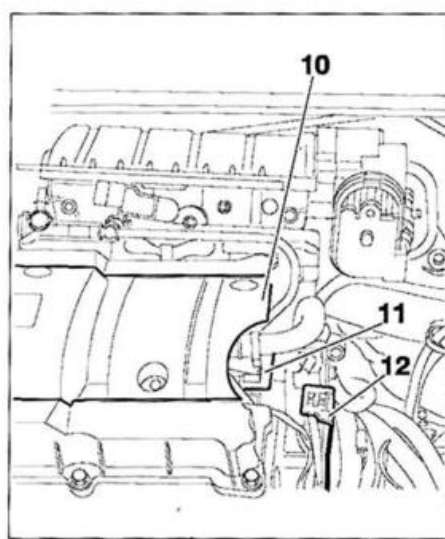

FIG. 25
- Separar el rácor (4).
- Desmontar (Fig. 25):
- la tapa embellecedora (10)
- la caja de bobina compactada (11)